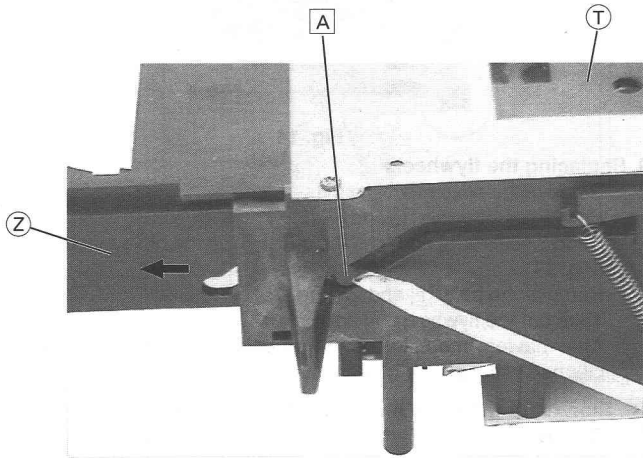
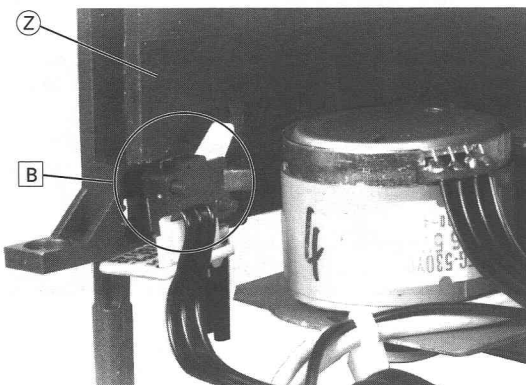

Fig. 8
Fig. 10
- Cassettenschublade (Z) bis zum Anschlag nach vorne schieben.
- Drücken Sie die beiden seitlichen Arretierungszapfen (A) (Fig. 8 und 9) der Cassetenauflage (T) nach innen und ziehen Sie dabei die Cassettenschublade (Z) nach vorne heraus.
- Der Einbau erfolgt in umgekehrter Reihenfolge. Achten Sie dabei auf den Loadingschalter (B) (Fig. 10), Bruchgefahr!
- Move the cassette drawer (Z) to the front stop.
- Pressing the two lateral locking pins (A) (Fig. 8 and 9) on the cassette support (T) inwards withdraw the cassette drawer (Z).
- Refit the cassette drawer in reverse order. Take care of the loading switch (B) (Fig. 10), risk of fracture!